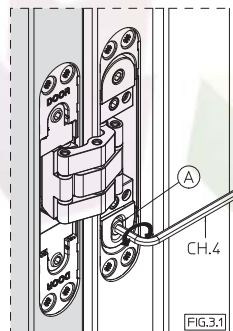

FIG.3.1
① **REGOLAZIONE VERTICALE**
Allentare la vite "A" su tutte le cerniere (fig.3.1). Procedere alla regolazione della cerniera superiore (1). Regolare la cerniera ruotando il grano "B" (fig.3.2), quindi serrare la vite "A" (fig.3.1). Ripetere la regolazione sulla cerniera inferiore (2) e successivamente sulla intermedia (3) in modo da distribuire il peso della porta su tutte le cerniere.
② **REGULACIÓN VERTICAL**
Aflojar los tornillos "A" en todas las bisagras (fig. 3.1). Proceder con la regulación de la bisagra superior (1). Regular la bisagra girando el tornillo "B" (fig. 3.2), luego apretar los tornillos "A" (fig. 3.1). Repetir la regulación en la bisagra inferior (2) y sucesivamente en la intermedia (3), de forma que el peso de la puerta se distribuya uniformemente en las 3 bisagras.
③ **VERTIKALE JUSTIERUNG**
Schraube "A" auf allen Scharnieren lockern (Abb.3.1). Mit der Justierung des oberen Türbands beginnen (1). Das Türband justieren indem der Schraube „B“ (Abb.3.2) gedreht wird, anschließend Schraube „A“ festziehen. Die Justierung auf dem unteren Türband (2) wiederholen und folglich auf der mittleren (3), so dass das Türblattgewicht regelmäßig auf alle Türbänder verteilt wird.
④ **VERTICAL ADJUSTMENT**
Loosen screw „A“ on all hinges (fig.3.1). Proceed with the adjustment of the upper hinge (1). Adjust the hinge by rotating screw „B“ (fig.3.2), then tighten the screw "A". Repeat the adjustment on the lower hinge (2) and finally on the central hinge in the middle (3) so that the door leaf weight will be regularly distributed on all hinges.
⑤ **RÉGLAGE VERTICAL**
Ralentir vis "A" sur toutes les charnières (fig.3.1). Procéder avec le réglage de la charnière supérieure (1). Régler la charnière en tournant la vis "B" (fig.3.2), puis serrer la vis « A ». Répéter le réglage sur la charnière inférieure (2) et après sur celle en position intermédiaire de manière que le poids du vantail est distribué sur toutes les charnières.
⑥ **VERTIKALE REGELING**
Los de schroeven A op iedere scharnier (fig 3.1). Begin met het bovenste scharnier (1) na te regelen dmv de schroeven B (fig 3.2), span de schroeven A terug aan. Herhaal deze stappen op het onderste scharnier (2) en vervolgens op het middelste (3) zodat het gewicht van het deurblad mooi verdeeld wordt over alle scharnieren.